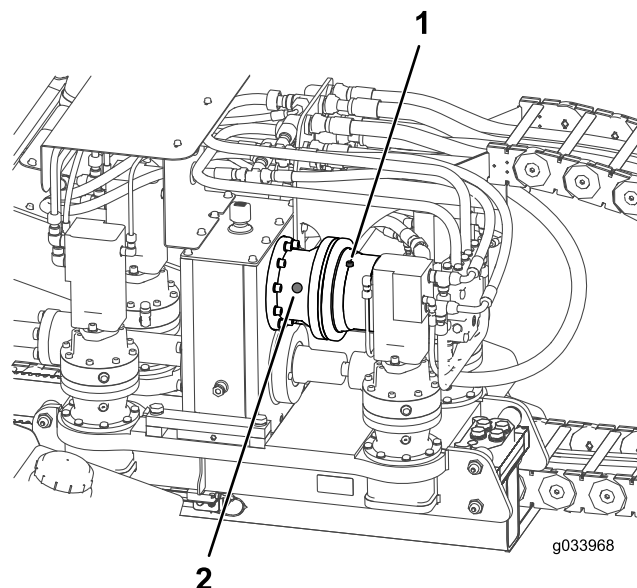

Bild 104
2. Prüfen Sie den Ölstand im Schauglas am Planetengetriebe des Drehmotors (Bild 104).
3. Wenn der Ölstand niedrig ist, entfernen Sie die Ölstandsschraube (Bild 104).